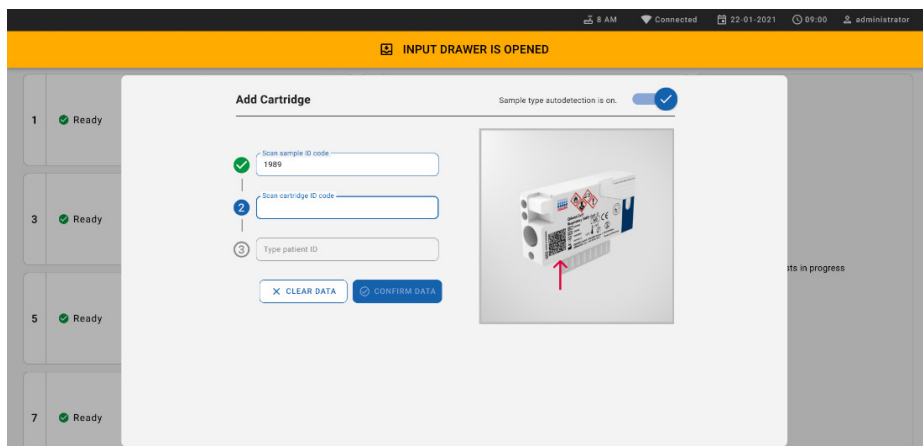

Figura 57. Schermata di scansione dell'ID cartuccia
8. Dopo aver inserito il codice a barre dell'ID del campione, scansionate il codice a barre della QIAstat-Dx Respiratory SARS-CoV-2 Panel Cartridge da utilizzare (posizione indicata dalla freccia). Il QIAstat-Dx Rise riconosce automaticamente l'esame da eseguire, in base al codice a barre della QIAstat-Dx Respiratory SARS-CoV-2 Panel Cartridge (Figura 57).